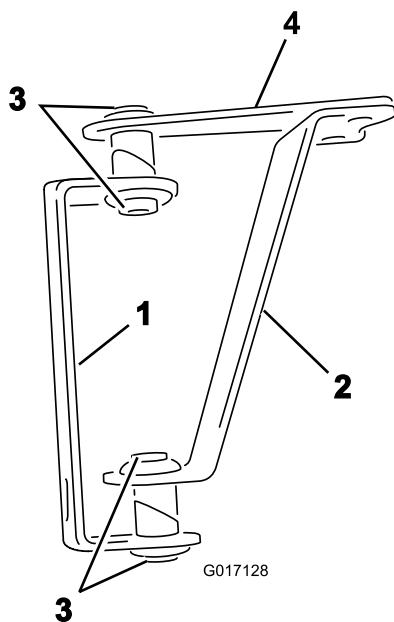
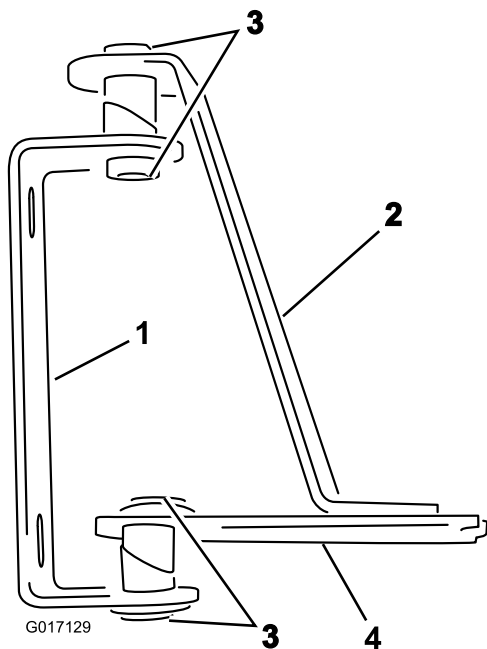

Рисунок 1
Рисунок 2
1. Разложите шарниры и хомуты, как показано на Рисунок 1 (для открытой стрелы) или на Рисунок 2 (для закрытой стрелы).
2. Пропустите втулки через отверстия сварной трубы в шарнирах и хомутах, как показано на Рисунок 1 или Рисунок 2.